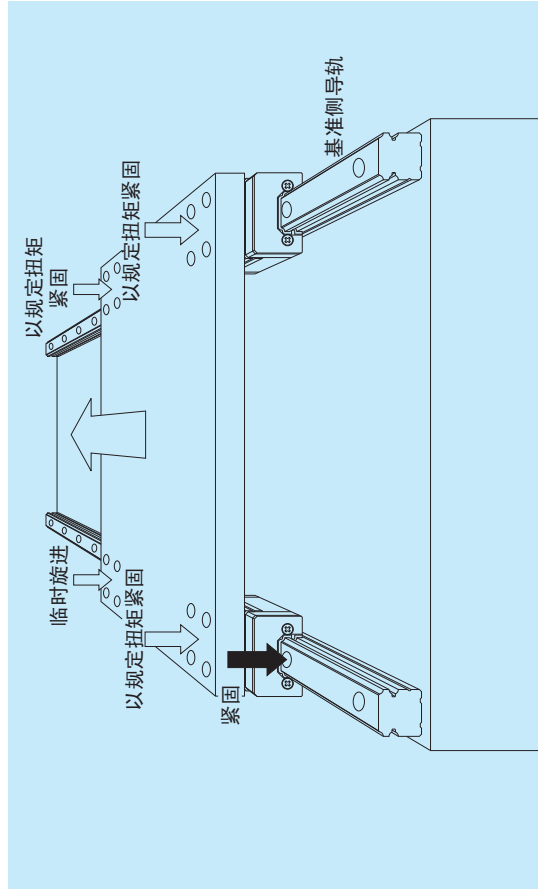

图 10.18 简单安装
- ① 将基准侧导轨轻轻放在底座上，用规定的扭矩将安装螺栓紧固。
- ② 调整侧导轨旋上暂不紧固。
- ③ 用规定扭矩紧固基准侧导轨的滑块和调整侧导轨的滑块中的一个。
- ④ 调整侧导轨剩下的滑块暂时旋上先不要紧固（图 10.18）。
- ⑤ 一面将工作台以导轨安装螺栓的间距进行移动，一面以规定扭矩紧固调整侧导轨上已正式紧固的滑块最近的导轨安装螺栓。
- ⑥ 这种操作要从一端向另一端顺序进行。
- ⑦ 使工作台回到原位后，再用规定扭矩紧固调整侧剩余的滑块，然后按照与④相同的步骤用规定扭矩紧固剩余的导轨安装螺栓。用手移动一下工作台，若没有发现摩擦增大等异常情况，那么作业就告以结束。